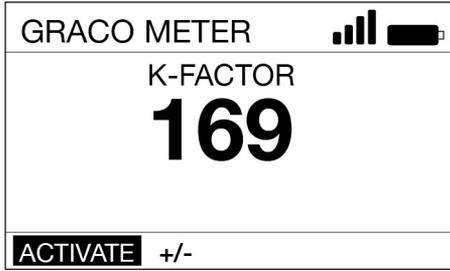

**ABB. 19**
2. Die UTILITY-MENÜ Option auswählen (ABB. 19).